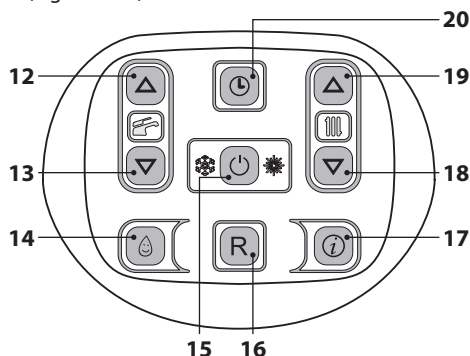
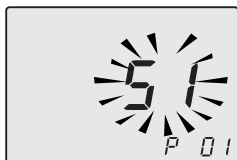
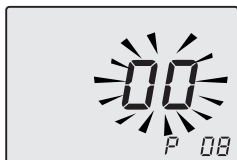

Figura 5.29
Figura 5.30
Figura 5.31
- Entrare in "modalità programmazione" premendo contemporaneamente per 10 secondi i tasti 15 - 18 - 19 (Figura 5.29) fino a far apparire sul display LCD le lettere **P01** e il valore del parametro, indicanti l'entrata nel "parametro 01" (Figura 5.30).
- Scorrere i vari parametri utilizzando i tasti 18 o 19 (Figura 5.29) fino a far apparire sul display LCD le lettere **P08** e valore del parametro, indicanti l'entrata nel "parametro 08" (Figura 5.31).
- Premendo il tasto 15 (Figura 5.29) si ottiene la conferma del valore inserito.